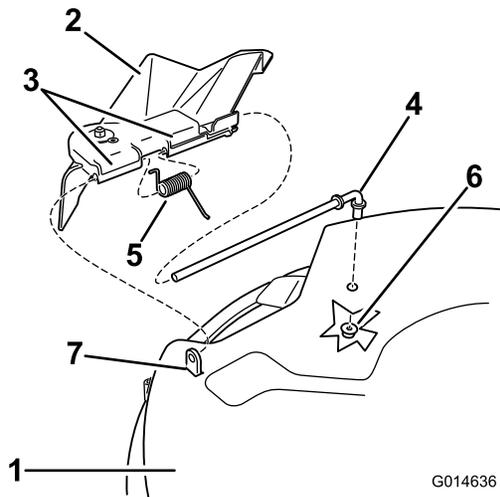

Figure 57
- Repérez les éléments illustrés à la Figure 57.
- Retirez l'écrou (3/8") de la tige, sous le tablier de coupe (Figure 57).
- Sortez la tige de la courte cheville de positionnement, du ressort et du déflecteur d'herbe (Figure 57). Enlevez le déflecteur s'il est endommagé ou usé.
- Remettez en place le déflecteur d'herbe (Figure 57).
- Placez le ressort sur la tige, les fils d'extrémité dirigés vers le bas, entre les supports du déflecteur d'herbe. Insérez la tige dans le deuxième support du déflecteur d'herbe (Figure 57).
- Insérez la tige à l'avant du déflecteur dans la courte cheville de positionnement sur le tablier. Fixez l'extrémité arrière de la tige dans le tablier de coupe à l'aide d'un écrou (3/8") (Figure 57).